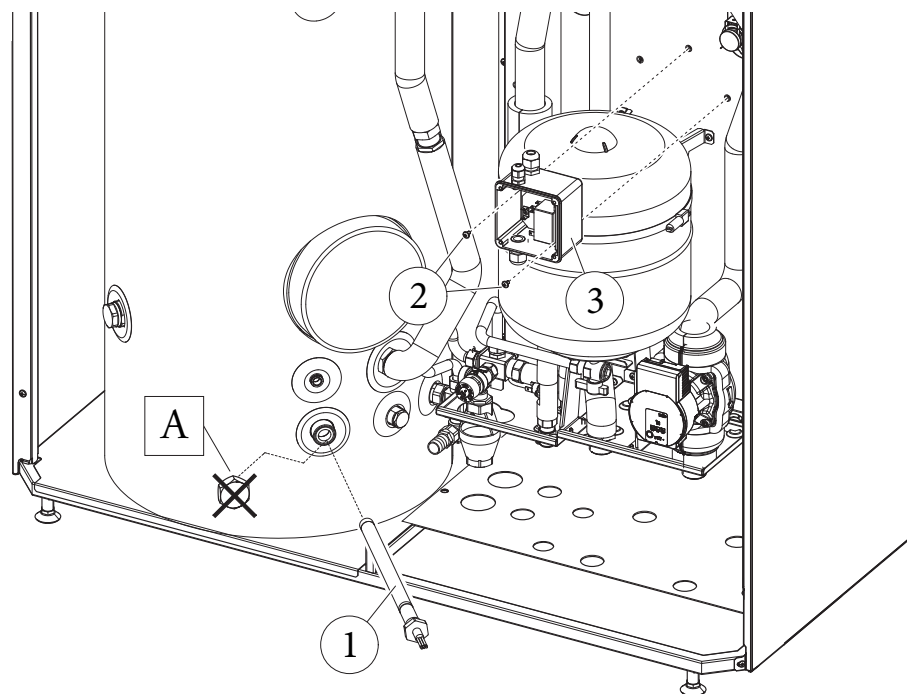

Fig. 5
- Smontare il tappo (A) presente sull'unità bollitore.
- Quindi inserire l'o-ring sulla resistenza (1) ed avvitarela nell'apposita sede sull'unità bollitore (Fig. 5).
- Prendere la scatola allacciamento (3), togliere il coperchio e fissarla tramite le viti (2) ai fori svasati presenti sulla lamiera posteriore (Fig. 5).
- Remove the tap (A) on the storage tank unit.
- Then insert the o-ring on the resistance (1) and screw it in the dedicated seat on the storage tank unit (Fig. 5).
- Take the connection box (3), remove the cover and fasten it to the countersunk holes on the rear metal-sheet plate (Fig. 5) with the screws (2).